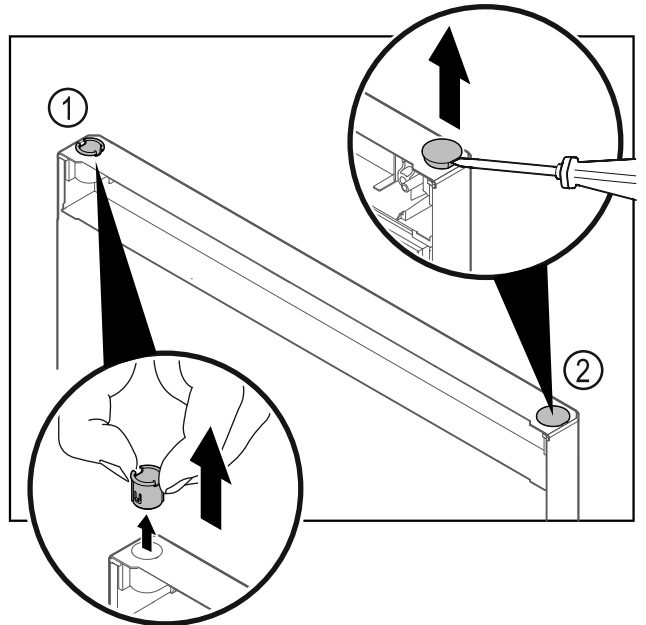

Fig. 15
- ▶ 用手指拔出合页衬套 Fig. 15 (1)。
- ▶ 用带槽螺丝刀小心撬起盖塞 Fig. 15 (2) 并将其拔出。